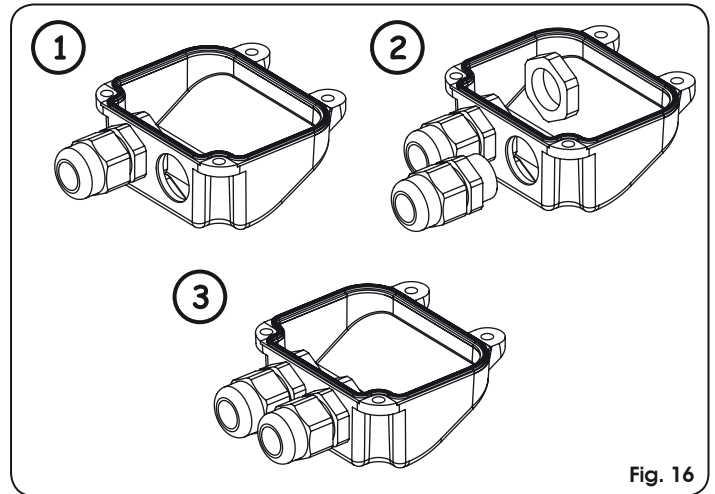

Fig. 16
1. Ouvrir également le deuxième trou pré-cassé du couvercle, Fig. 16.
2. Monter le serre-câble fourni, Fig. 16.